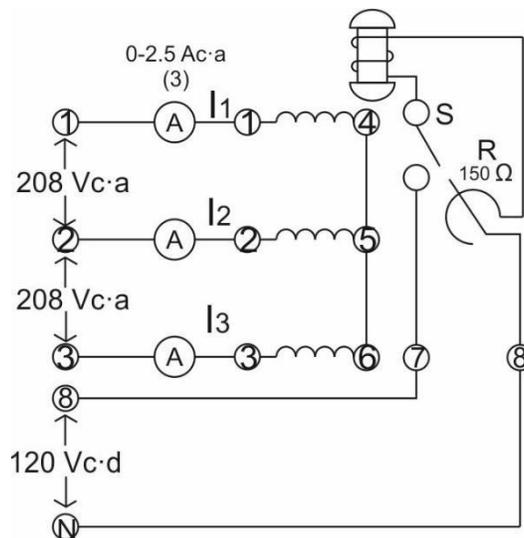

Figura 4
1. El motor síncrono es el adecuado para impulsar de c-d, debido a su velocidad constante de operación. Conecte el circuito que aparece en la figura 4, usando Módulos EMS de fuente de alimentación, medición de c-a y motor síncrono.